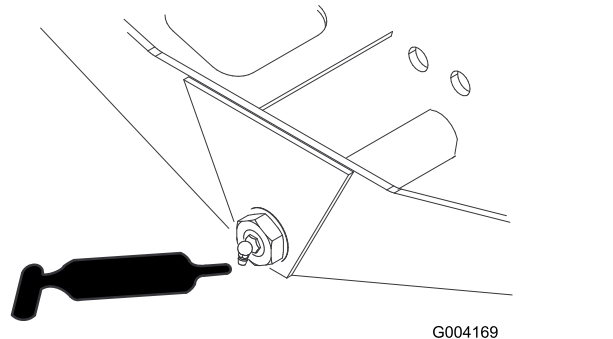

Figura 34
- Perno sterzante del ponte (1)–Figura 34